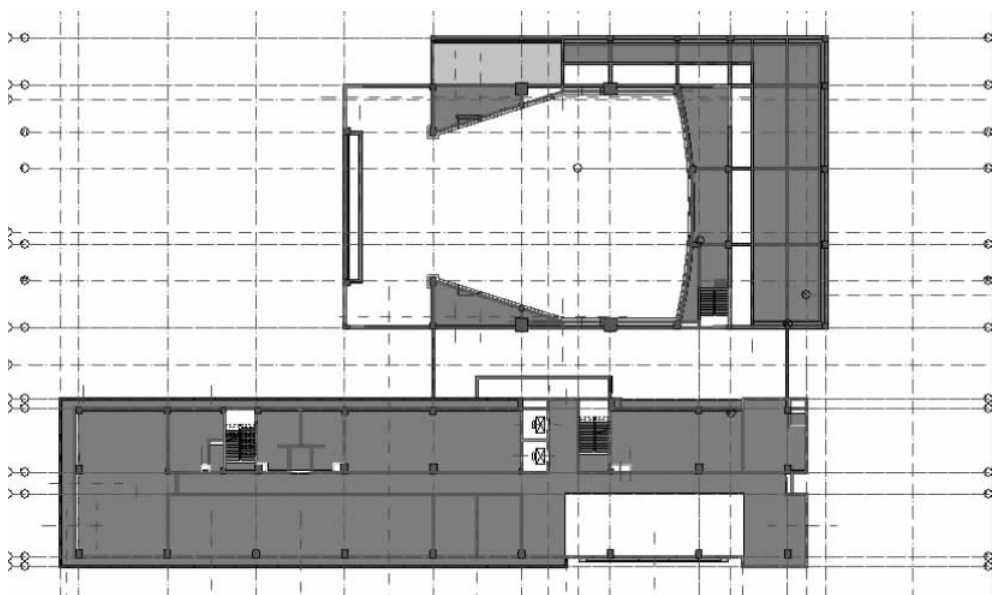
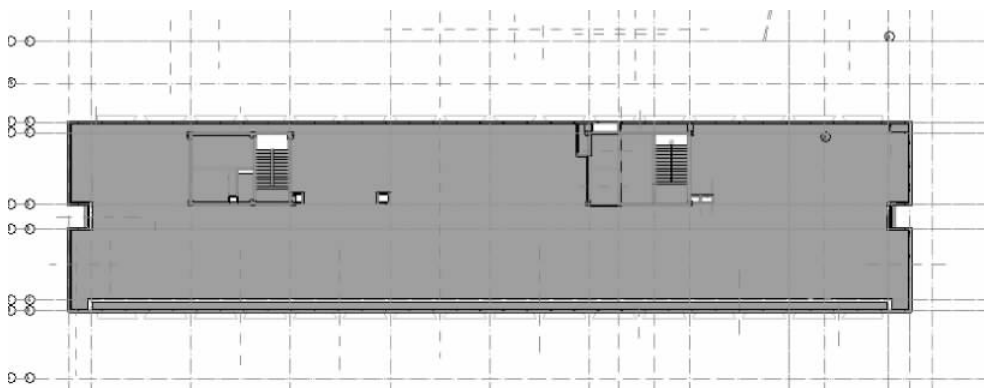
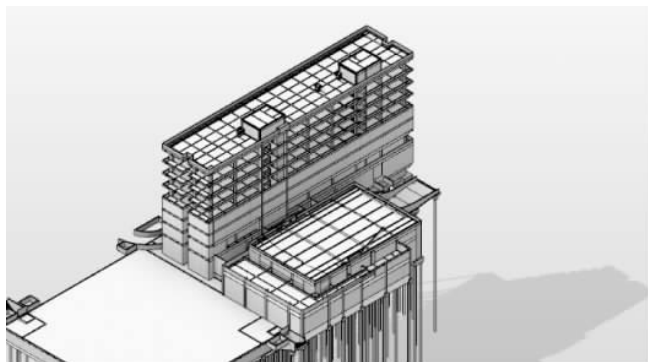

图 3-8 F2 楼层的墙体
图 3-11 RF 楼层的墙体
图 3-12 3D 视图
(8) 可以使用以上手动绘制的方法先绘制出 F2、F3、F4 和 RF 层的墙体(图 3-8~图 3-11)。由于 F4~F8 楼层的墙体、门窗、楼板是一致的,所以可以在创建完这 4 层的墙体、门窗和楼板后创建模型组,并将模型组复制到 F5~F8 层(楼层创建完成后的 3D 视图如图 3-12 所示。)